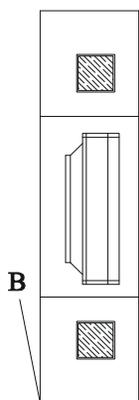
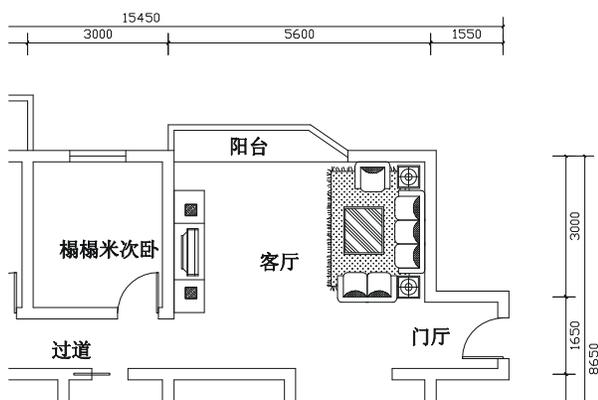

图 6-1-19
图 6-1-20
**STEP 03** 使用旋转命令 ROTATE 将电视及电视柜平面旋转 90°，如图 6-1-19 所示，其具体操作步骤如下：
**STEP 04** 使用移动命令 MOVE 将如图 6-1-19 所示的电视柜及电视放到客厅中如图 6-1-20 所示的位置，其具体操作步骤如下：
// 框选如图 6-1-19 所示中的
// 按 F3 打开捕捉功能，单击如图 6-1-19 所示中的点 B，将电视柜及电视移动到客厅靠墙的位置，捕捉最近点